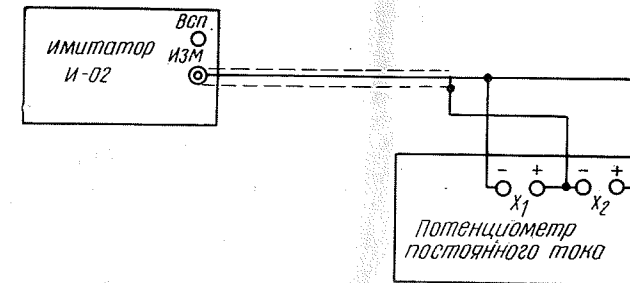

Рис. 8. Схема проверки имитатора И-02
Опробование проводят на имитаторе, полностью подготовленном к работе в соответствии с настоящим паспортом. При опробовании проверяют наличие выходного напряжения, выдаваемого имитатором, при нажатии любой кнопки переключателя « $E_x$ , mV», при помощи потенциометра, подключенного по схеме, приведенной на рис. 8.
- определение пределов и основной абсолютной погрешности выходного напряжения имитатора производят по схеме (рис. 8).